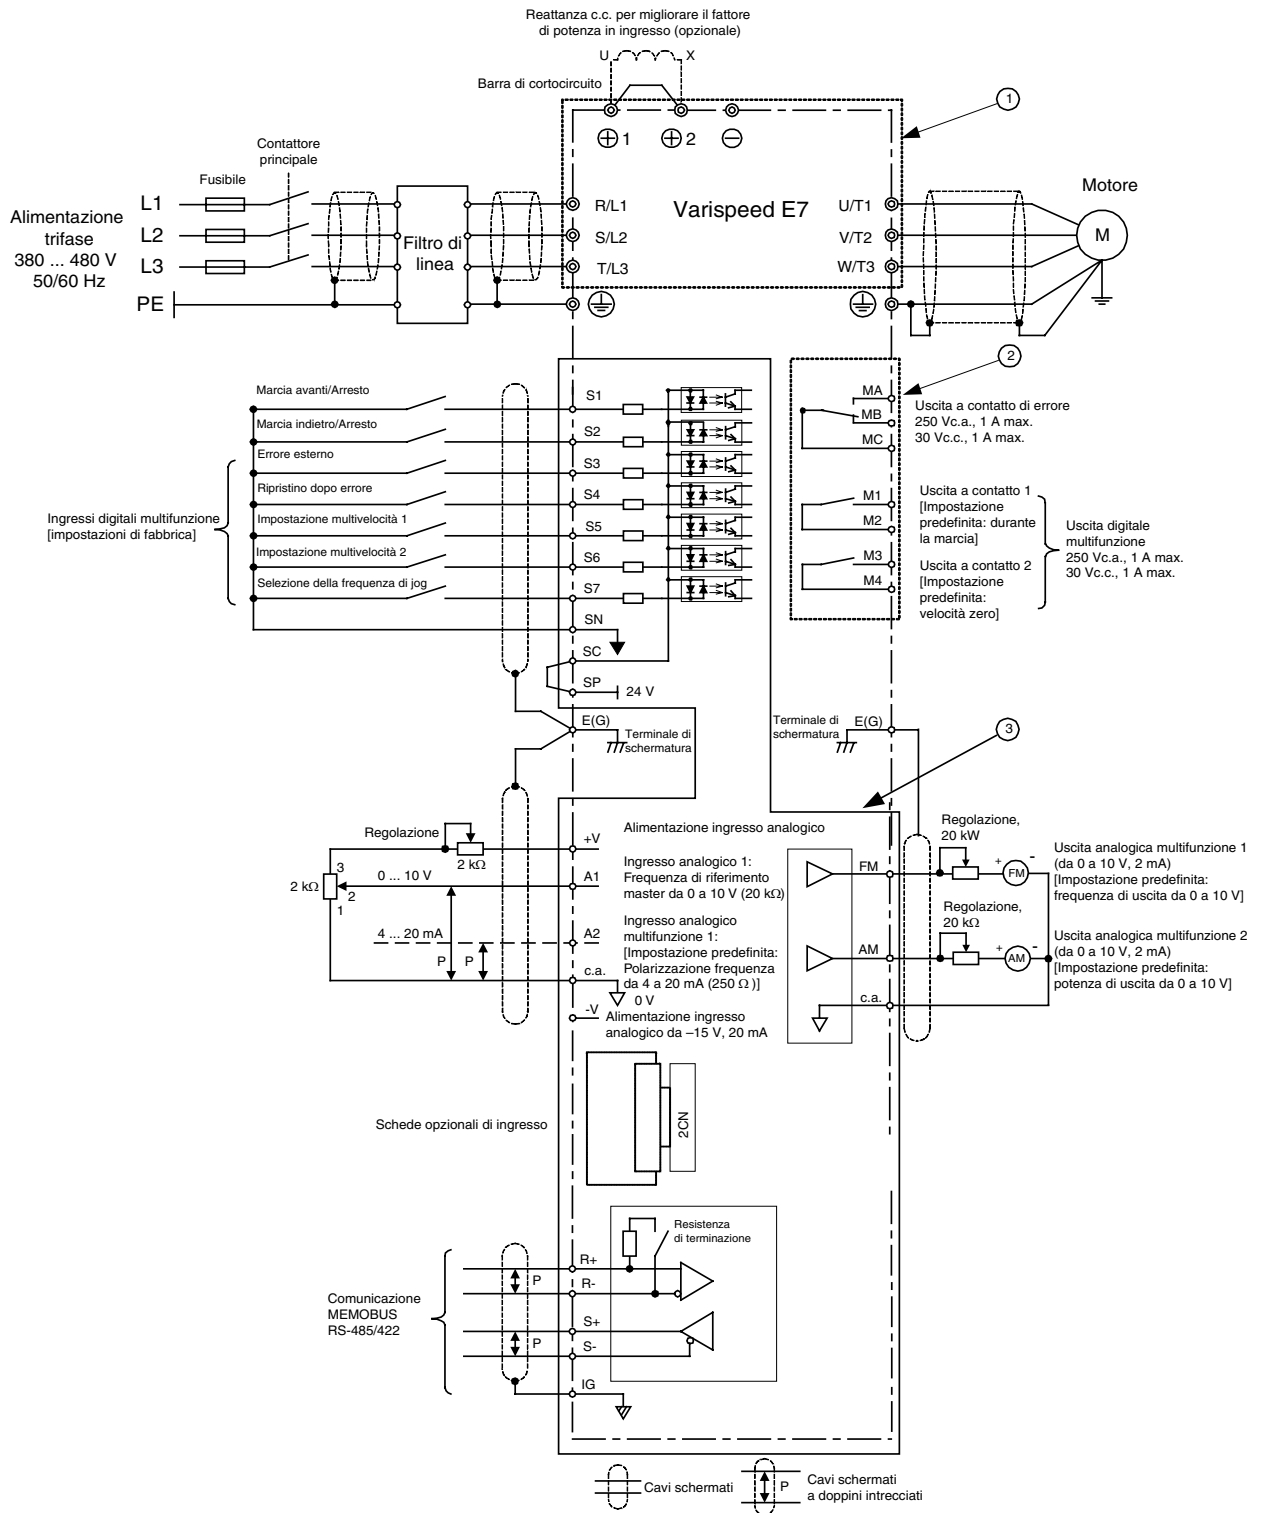

Figura 4 Schema di cablaggio
- Nella Figura 4 viene illustrato il cablaggio degli ingressi digitali da S1 a S7 per il collegamento di contatti o transistor NPN (comune 0V e modalità NPN). Si tratta dell'impostazione predefinita. Per il collegamento di transistor PNP o per l'uso di una alimentazione esterna da 24 V, fare riferimento alla Tabella 3.